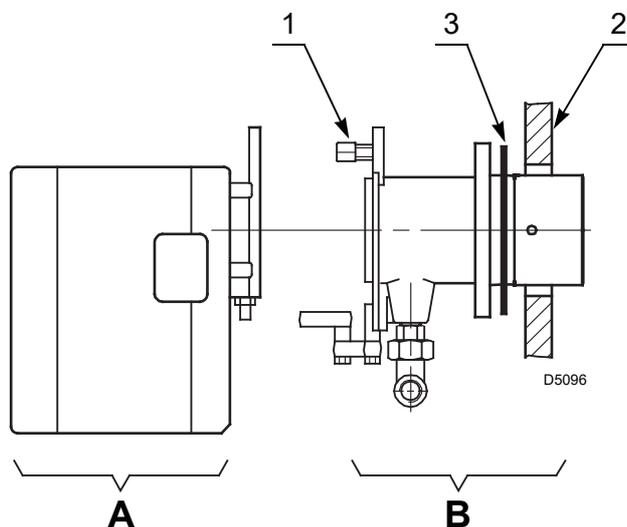

Abb. 10
- Den Flammkopf vom Brenner ausbauen, dazu die Mutter 1) abnehmen und die Gruppe A) herausziehen (Abb. 10).
- Die Gruppe B) (Abb. 10) an die Heizkesselplatte 2) befestigen und die beiliegende Isolierdichtung 3) einfügen.